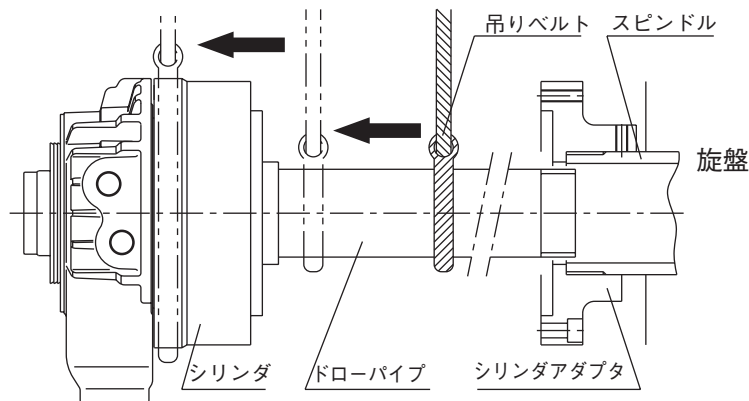

図 15
- シリンダの着脱時には吊りベルトを使用し下記の手順で行ってください。(図 15)
- ①シリンダを吊る際は、吊りベルトをドローパープに掛け、シリンダを支えながら吊り上げてください。
- ②ドローパープをスピンドル内に挿入します。
- ③吊りベルトがスピンドル側に近付いたら吊りベルトをシリンダ側に寄せてください。
- ④ドローパープが充分スピンドルに入ったら、吊りベルトをシリンダ本体に掛け直し、シリンダをスピンドルに密着させ、シリンダ取付ボルトでシリンダを取り付けてください。